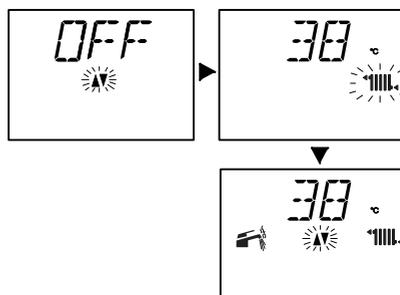

Рисунок 2.7
- Рисунок 2.7 - при минимальном значении температуры нагнетания в системе отопления;